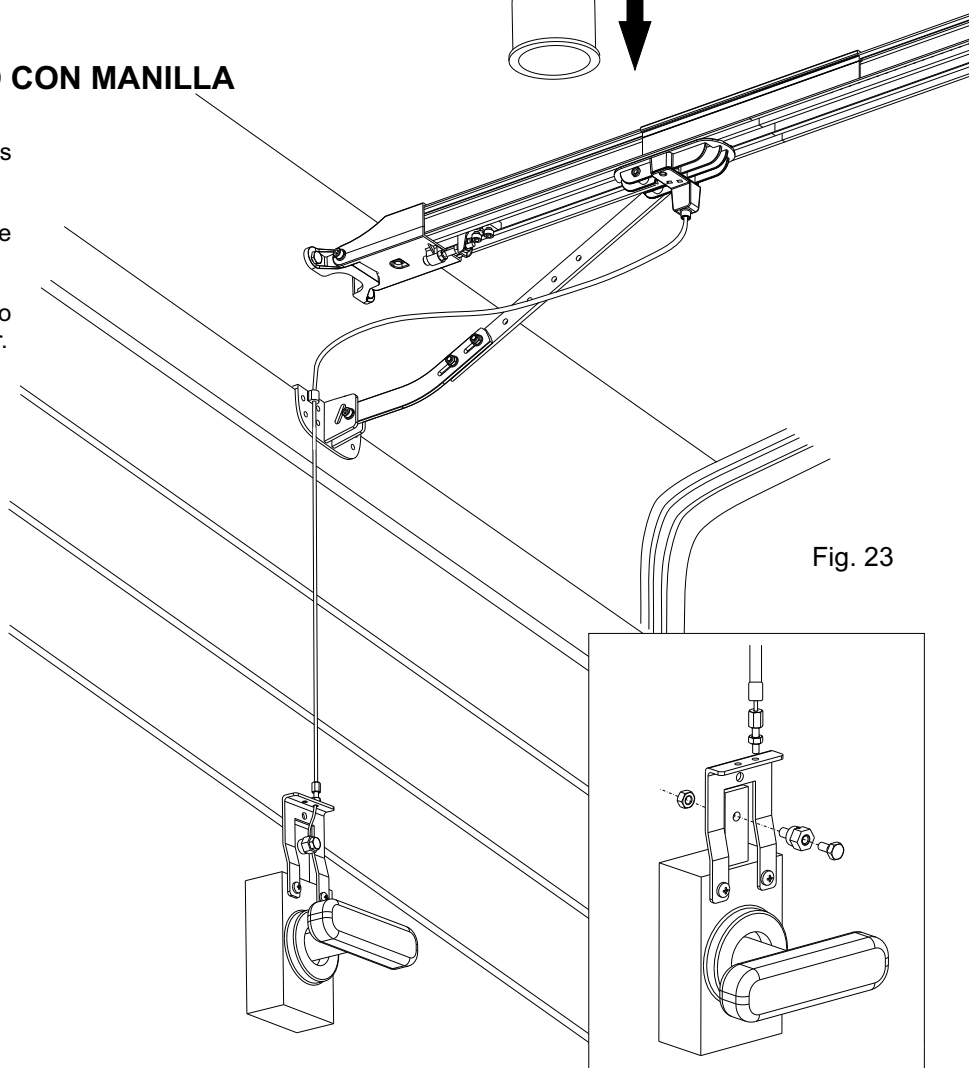

Fig. 23
- Gire la manilla y abra la puerta manualmente (Fig. 23).